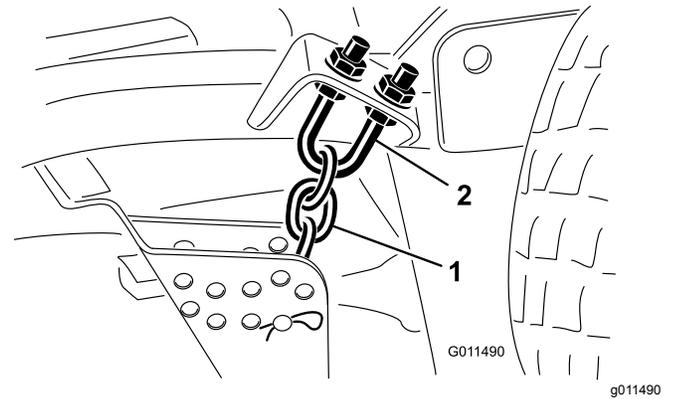

Bild 84
1. Lockern Sie die Klemmmuttern an der Ober- oder Unterseite des U-Bügels an der Schnitthöhenkette (Bild 84).